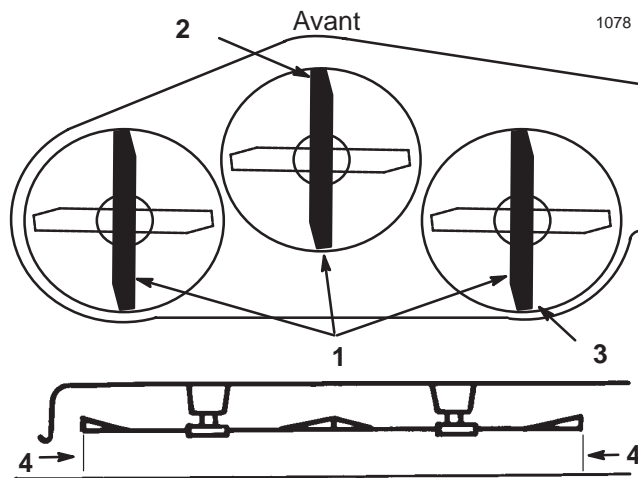

Figure 42
7. Réglez la hauteur de coupe à 76 mm et tournez les lames avec précaution dans le sens longitudinal (Fig. 42).
8. Mesurez la distance entre la pointe de la lame avant (Fig. 42) et la pointe de la lame arrière par rapport à la surface plane. Si la pointe avant de la lame n'est pas de 1,6 à 7,9 mm plus basse que la pointe arrière, réglez les tourillons avant.
11. Lorsque les deux tourillons sont réglés de la même manière, fixez les chapes en place à l'aide des goupilles fendues. Vérifiez de nouveau l'inclinaison avant/arrière. Poursuivez le réglage des chapes jusqu'à ce que la pointe avant de lame soit de 1,6 à 7,9 mm plus basse que la pointe arrière (Fig. 42).